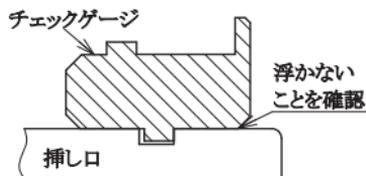

図56 溝深さの確認
(5) 加工完了後、所定の寸法になっていることを専用のチェックゲージを用いて下記の方法で確認する。
- ① チェックゲージを加工後の溝に入れて、挿し口全周にわたって浮かないことを確認する(図56参照)。チェックゲージが浮く場合、溝が浅いので、再度溝切り加工を行う。